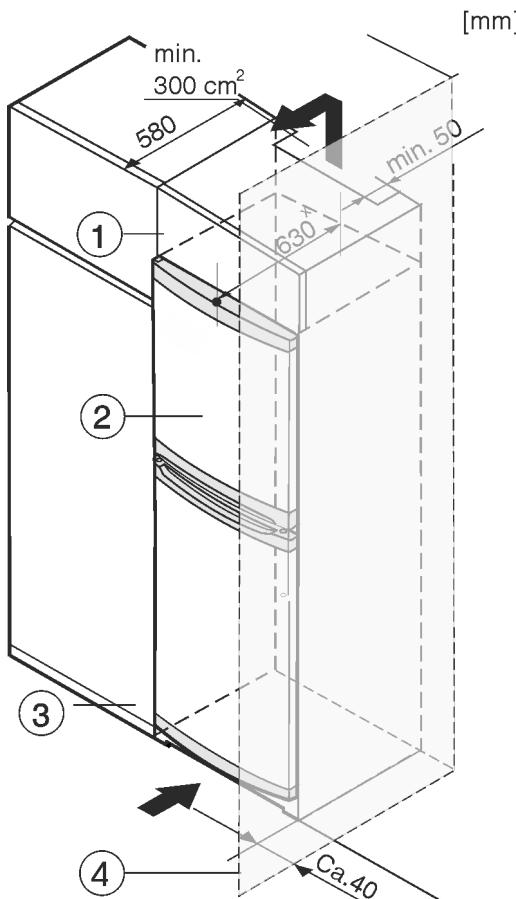

Fig. 8
Когато уредът се поставя с пантите до стена Fig. 8 (4), разстоянието между уреда и стената трябва да е поне 40 mm. Това отговаря на разстоянието, с което дръжките стърчат при отворена врата.
- (1) Шкаф-пристройка
(2) Уред
- (3) Кухненски шкаф
(4) Стена
Уредът може да е обграден с кухненски шкафове. За да изравнят височината на уреда Fig. 8 (2) с височината на вградената кухня, над уреда може да се постави шкаф-пристройка Fig. 8 (1).
При обграждане с кухненски шкафове (дълбочина макс. 580 mm) уредът може да се постави непосредствено до кухненския шкаф Fig. 8 (3). Отстрани уредът е издаден на 34 mm *, а в средата на уреда – на 50 mm * спрямо челото на кухненския шкаф.